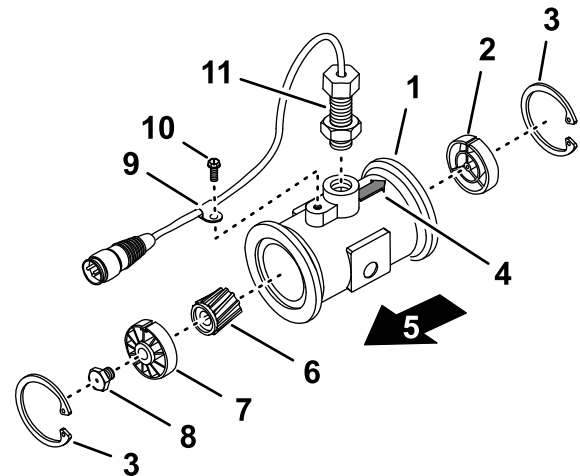

Figura 116
3. Retire el anillo de sujeción del lado “aguas arriba” (Figura 116).